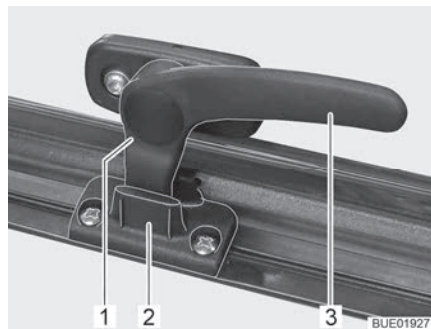

Bild 31 Verriegelungshebel in Stellung "Dauerbelüftung"
- in Stellung "Dauerbelüftung" (Bild 31)
- Den Verriegelungshebel (Bild 31,3) eine viertel Umdrehung zur Fenstermitte hin drehen.
- Den Verriegelungshebel eine viertel Umdrehung zum Fensterrahmen hin drehen. Die Verriegelungsnase (Bild 31,1) dabei in die Aussparung der Fensterverriegelung (Bild 31,2) einfahren.